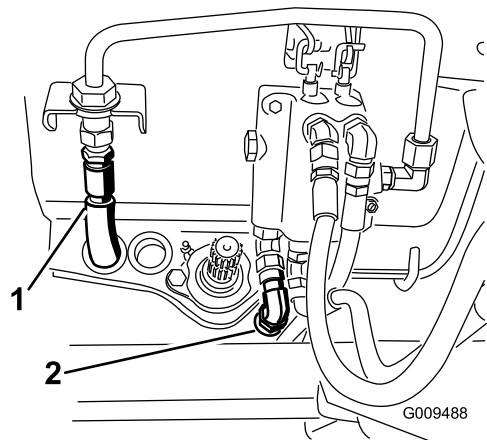

Figura 51
15. Ligue a mangueira da pressão hidráulica à ligação rígida da válvula e a mangueira do depósito à válvula (Figura 51).